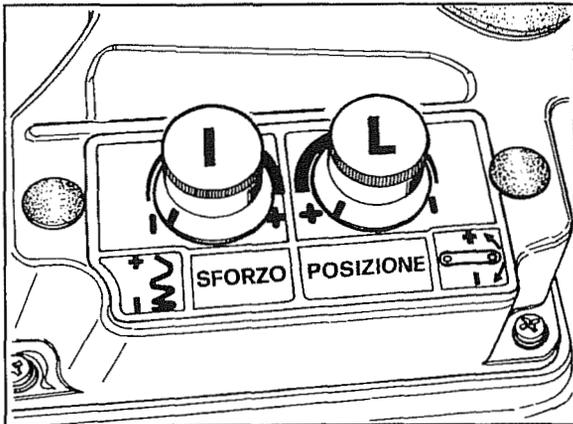

Fig. 51
- b. Independientemente de las calcomanías de la fig.51 y 52, girar ambos reóstatos **I-L** al tope en sentido antihorario.